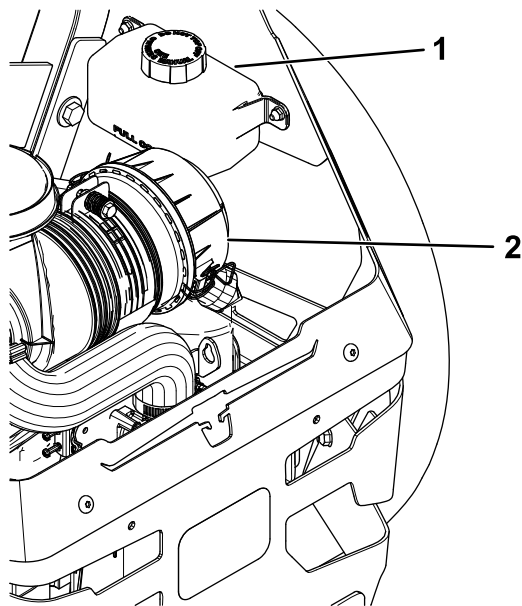

Figura 71
2. Compruebe el depósito de expansión y si es necesario, añada fluido hidráulico Toro® HYPR-OIL™ 500 hasta la línea FULL COLD (Figura 71).